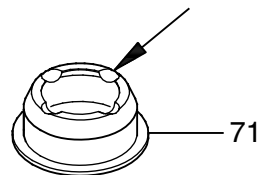

Fig. 3
1. Afmontér fordelerindsats pos. 71 hvis den er defekt eller hullerne til væskecirkulation er tilstoppede. Fordelerindsatsen kan ikke genanvendes. Se fig. 3.